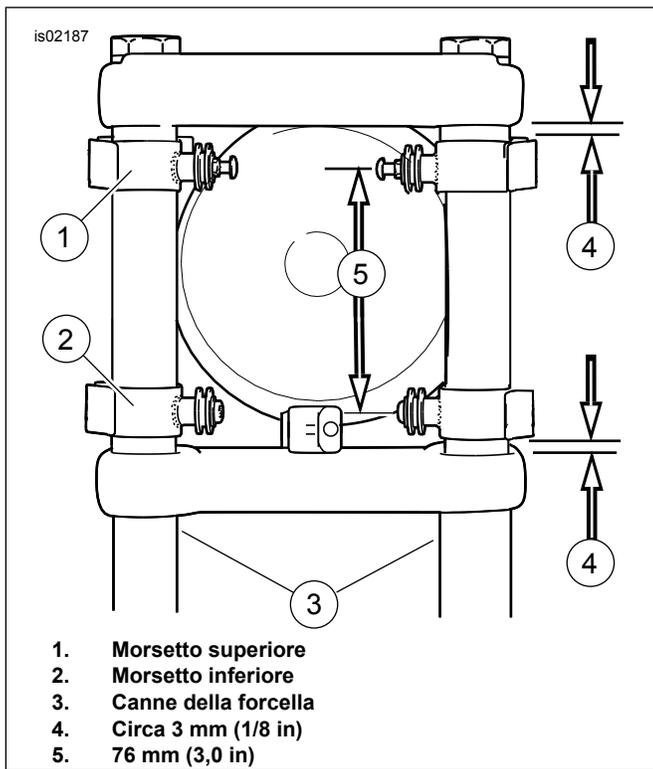

Figura 1. Installazione dei morsetti
2. Vedere Figura 1. Installare un morsetto inferiore su una canna della forcella utilizzando una delle rondelle cromate più piccole con un dado bloccante presi dal kit. Aggiustare il morsetto in modo che sia a circa 3 mm (1/8 in) dalla parte superiore della piastra inferiore dello sterzo, quindi stringere il dado bloccante a mano. Ripetere con il secondo morsetto inferiore sulla seconda canna della forcella.
Vedere Figura 1. Installare i morsetti sulle canne della forcella in modo che le linee centrali delle boccole siano distanti 76 mm (3 in) l'una dall'altra.